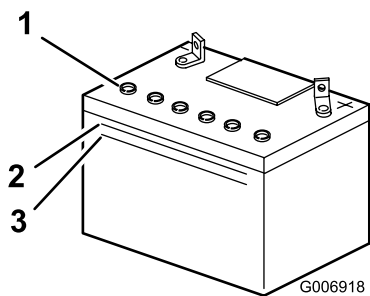

Figura 35
2. Mire hacia el lateral de la batería. El electrolito debe llegar a la línea superior (Figura 35).
**Nota:** No permita que el electrolito esté por debajo de la línea inferior (Figura 35).
2. Retire los tapones de llenado (Figura 35).
3. Vierta lentamente agua destilada en cada célula de la batería hasta que el nivel llegue a la parte inferior del tubo (Figura 35).